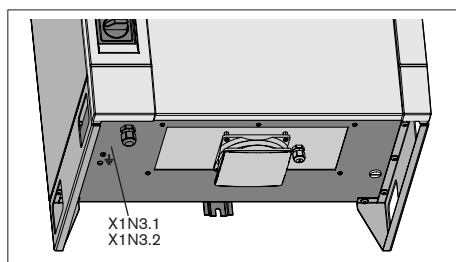

Fig. 5: Collegamento conduttori di protezione X1N3.1/X1N3.2
Pericolo di danni a persone e cose! Unica misura di protezione consentita in conformità a EN 50 178: messa a terra di protezione. Il cavo di alimentazione verso il rack di sistema deve avere rispettivamente un conduttore di protezione (PE). Inoltre deve essere collegato un conduttore di protezione, sezione minima 10 mm² Cu – interfaccia X1N3.1/ X1N3.2 sul lato inferiore del rack di sistema (Fig. 5).
Il collegamento a vite per i cavi (Ø 8 mm - 13 mm) si trova sul fondo del rack di sistema (Fig. 5). La connessione di rete di SB356 comprensiva di conduttore di protezione (PE) deve essere eseguita trifase ($\geq 4 \times 2,5 \text{ mm}^2$).